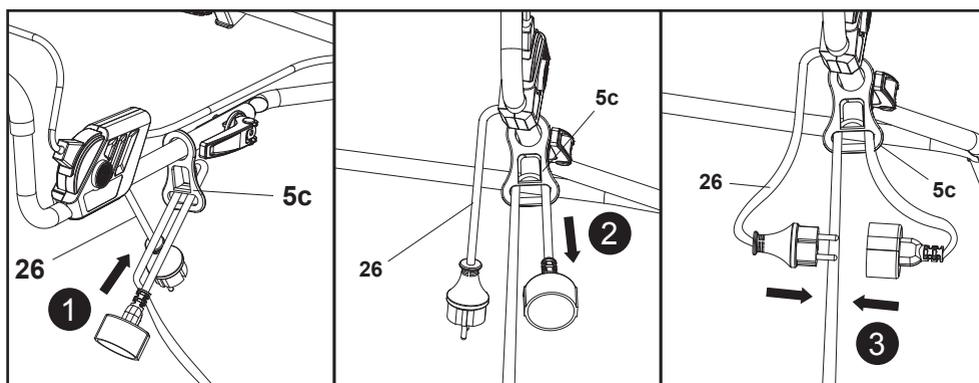

Fig. 10
1. Replier la rallonge à environ 40cm de l'extrémité, faire passer la boucle dans l'orifice du support de câble (5c) (Fig. 10, étape 1) et suspendre la boucle sur le crochet.
2. Tirer la rallonge sur le support de câble (5c) et tirer doucement sur le cordon pour s'assurer qu'il est bien fixé (Fig. 10, étape 2).
3. Brancher le cordon d'alimentation (26) à la prise de la rallonge (Fig. 10, étape 3).